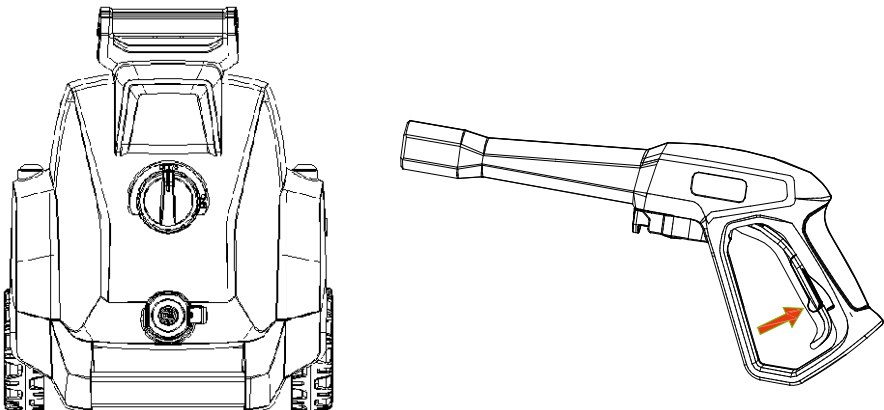

Рис. 6
- Убедившись, что шланг подачи воды подсоединен к мойке, подключите мойку к сети и включите поворотом вправо выключателя (поворот из положения «ВЫКЛ./0» в положение «ВКЛ./1») и нажмите на курок пистолета на показано на Рис.6.